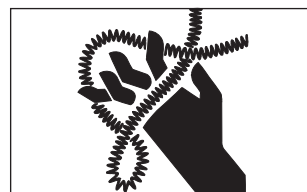

Рис. 2 – Соединение/осоединение стержней
1. Чтобы соединить стержни, выставите их в линию и защелкните их сцепки для надежного крепления (см. рис. 2).
4. Выберите и присоедините к концу стержня требуемый инструмент/резец. Для присоединения защелкните вместе сцепки типа "папа" и "мама". Для отсоединения, вставьте в сцепку штифт и разъедините сцепки (рис. 2).
6. Отсоедините стержень от держателя стержня, затем отсоедините стержни, вставляя штифт и отсоединяя сцепки стержней. (рис. 2).